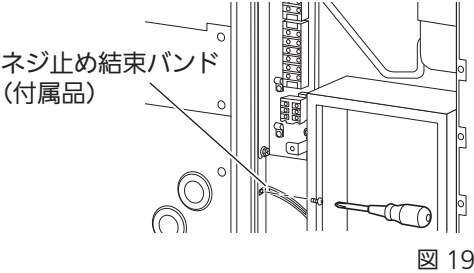

図 19
- ① ネジ止め結束バンド (付属品) を縦フレームに M6 ネジ (付属品) を使い固定してください。(図 19)